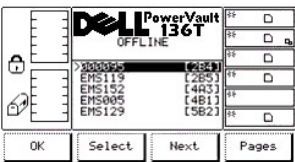

图 51. 命令 > 邮箱 > 所选调出对话框
- 1 如果按下**选择**软键下方的按钮，将会以反白方式突出显示当前项，以示该选择有效。请参考图 51。